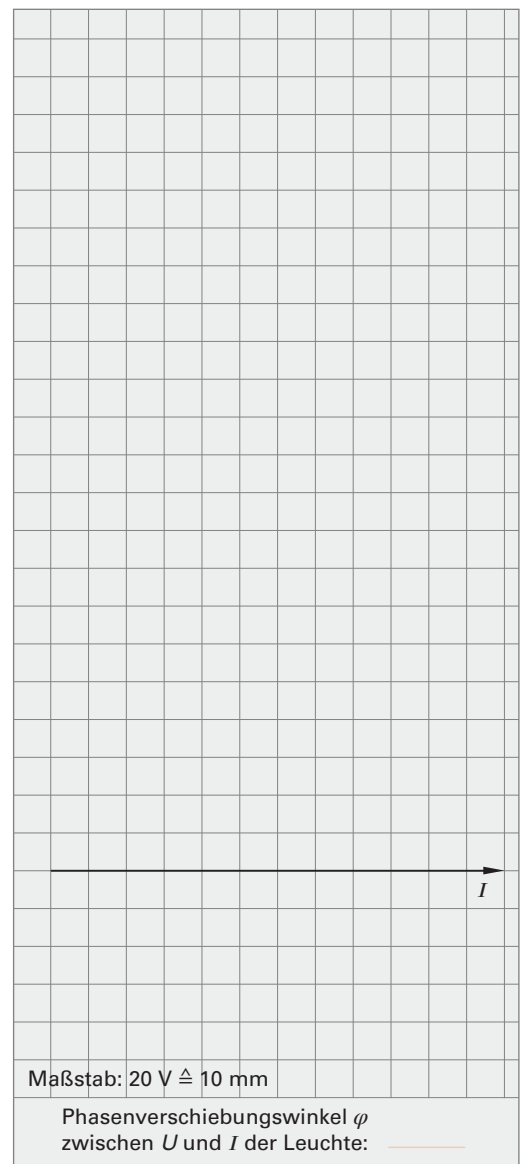

Bild 2: Zeigerbild aller Spannungen der Leuchte
2. **a)** Was meint ein Elektronik-Fachmann, wenn er sagt, dass Spannung und Strom phasenverschoben sind? **b)** Mit einem Oszilloskop wurden Spannung und Strom an einem Verbraucher gemessen (**Bild 2**). Um welche Belastungsart, z. B. ohmsche-induktive oder ohmsche-kapazitive Last, handelt es sich? Begründen Sie.